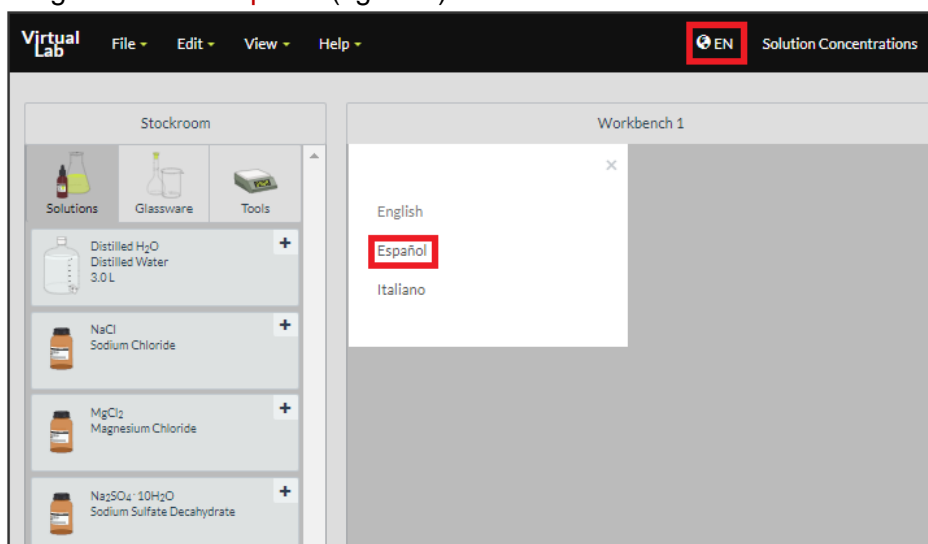

Figura 1. Simulador *Making stock solutions from solids*.
2. Use el simulador **Making stock solutions from solids** para preparar la disolución. Se sugiere elegir el idioma **Español** (figura 1).